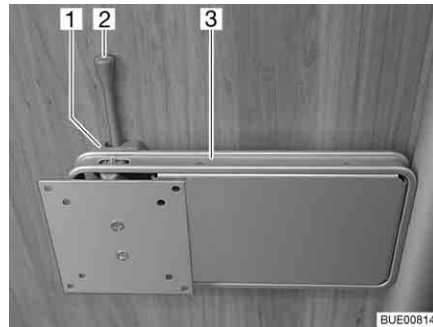

Fig. 66 Suporte em coluna
- Empurre a alavanca de destravar (Fig. 66,2) para o lado e rode o suporte (Fig. 66,3) com o ecrã plano para a posição pretendida.
- Rode o ecrã plano para trás, até o suporte (Fig. 66,3) encaixar no dispositivo de bloqueio (Fig. 66,1).